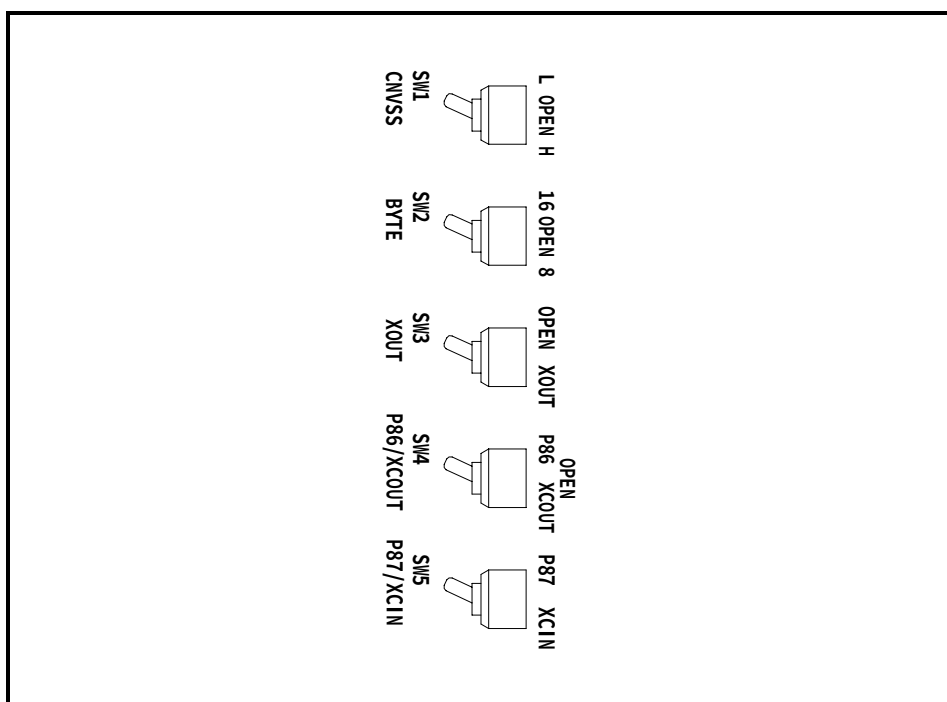

図 4.3 セルフチェック時のスイッチ設定 (=出荷時の設定)
- ①エミュレーションポッド内のスイッチ設定を出荷時の設定(図 4.3)にしてください。
- ②ターゲットシステムが接続されている場合は、ターゲットシステムを外してください。
- ③電源投入後、2 秒以内に PC4701 フロントパネルのシステムリセットスイッチを押し、メンテナンス用の特殊モードに切り替えます。
- ④“SAFE”のLED が点滅開始するのを確認後、もう一度システムリセットスイッチを押してください。
- ⑤セルフチェックを開始します。約 2 分で正常終了表示されればセルフチェック終了です。
- 本製品内部のスイッチが出荷時の設定(図 4.3)になっているかご確認ください。